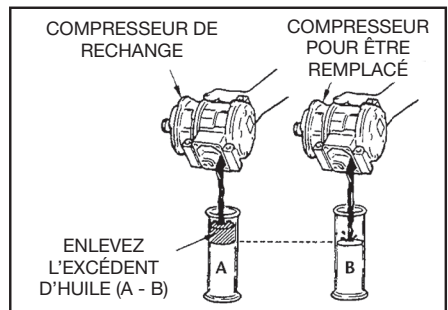

fig. 1
**REMARQUE :** Pas tous les compresseurs DENSO exigent la valve (s) de service d'être réutilisée. Si le type de compresseur n'utilise pas de valve (s) de service séparée, il est **obligatoire** de toujours vérifier le niveau de lubrifiant de compresseur. (Voir fig. 1)
4. Vérifiez le niveau de lubrifiant du compresseur. (Voir fig. 1)